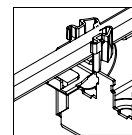

Figure 16
**Câble sous gaine non métallique (rénovation, calibre 12 seulement):** Finissez l'étape 3 d'abord. Une fois les fils connectés, retirez le connecteur du boîtier de raccordement. Faites levier sur l'extrémité du connecteur pour dégager l'ouverture, faites un coude à 90° en forme de L dans le câble et insérez le câble et appuyez sur le connecteur dans la boîte de jonction jusqu'à ce qu'il s'enclenche en place (Fig. 16).